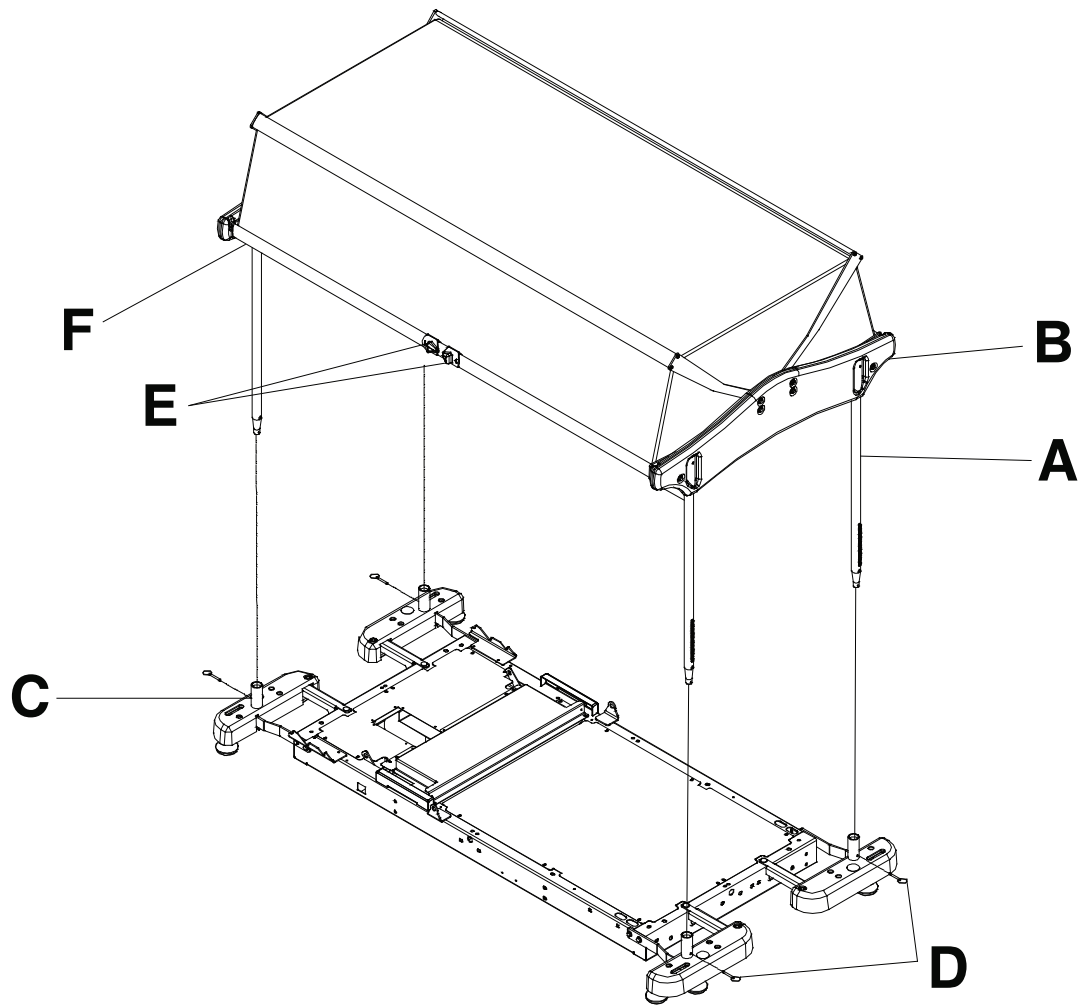

Figure 17 – Capot protecteur escamotable
1. Appuyer sur la goupille de verrouillage de la section supérieure de chaque montant (A). Insérer le montant dans le logement de la structure en plastique (B) (Figure 17). Répéter pour les autres montants.
2. Installer les quatre montants dans les douilles du support pour accessoires (C) (Figure 17).
3. À l'aide d'une clé mixte de 9/16 po, verrouiller les montants dans les douilles du support pour accessoires avec les quatre goupilles de sûreté (D) (Figure 17).
1. Pour ouvrir le capot protecteur, comprimer les deux boutons de déblocage (E) et soulever la barre inférieure (F) jusqu'à la position voulue (Figure 17).
2. Pour fermer le capot protecteur, saisir la barre inférieure (F) et l'abaisser jusqu'à ce qu'elle se bloque en position (Figure 17).